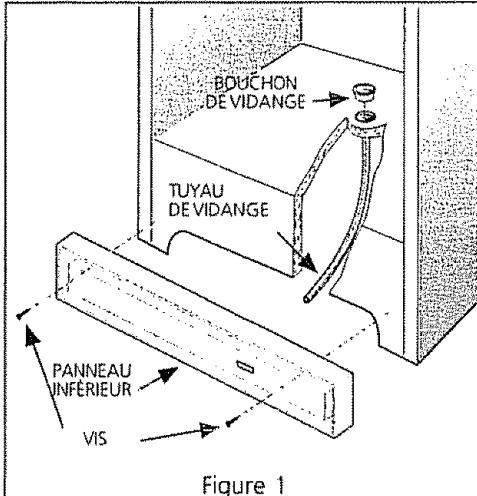

Figure 1
- Enlevez le fil des agrafes au fond de la caisse (Figure 1).
- Débranchez le connecteur en maintenant le connecteur de la caisse en place puis en détachant le connecteur de la porte (Figure 1).
- Sur les modèles verticaux avec système de vidange de l'eau de dégivrage (Figure 1), enlever le bouchon de vidange au fond du congélateur en le tirant directement. Pour accéder au tuyau de vidange extérieur sur les modèles munis d'un panneau inférieur, vous devez au préalable retirer ce panneau inférieur fixé au congélateur par deux vis. Le tuyau de vidange est situé près du centre gauche sous le congélateur. Placez un récipient creux sous le tuyau de vidange. L'eau du dégivrage va s'y écouter. Vérifiez de temps à autre que l'eau ne déborde pas. Un demi-pouce adaptateur de tuyau de jardin peut être utilisé pour vidanger le congélateur directement dans un égout. Si votre modèle n'est pas équipé avec un adaptateur, celui peut être acheté à la plupart des magasins de matériel. Remettez le bouchon en place lorsque le dégivrage et le nettoyage sont terminés. Si le bouchon de vidange est resté ouvert, de l'air chaud peut entrer dans le congélateur.